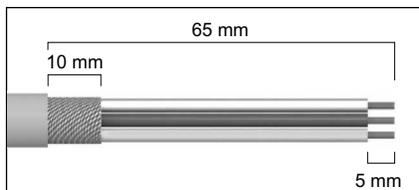

Рис. 3 Подготовка кабелей сети Modbus
2. Подготовить кабель (-ли) сети Modbus, см. рис. 3.